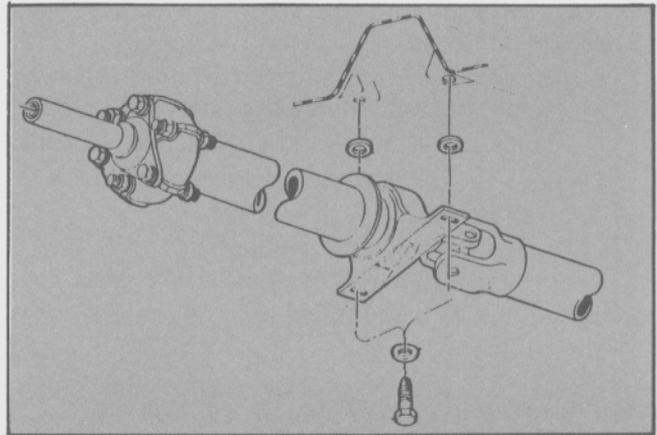

Fig. 10- Montaje del soporte central.
- Posicionar el soporte central e instalar, sin apretar, los tornillos de sujeción con sus correspondientes arandelas planas (Fig. 10).